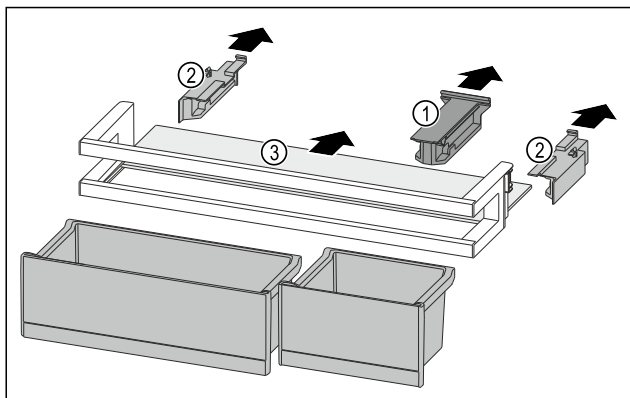

Fig. 230
- Снимите крепление Fig. 230 (1).
- Снимите боковые части Fig. 230 (2).
- Извлеките съемную полку Fig. 230 (3).